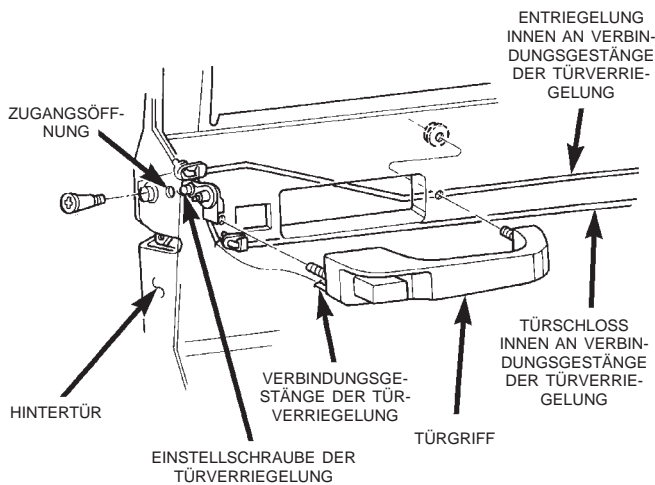

Abb. 31 Türaußengriff/Hintertür
- (1) Türverkleidung abbauen und Wasserschutzfolie abziehen. Nach Bedarf näheres hierzu siehe "Einbau/Ausbau".
- (2) Abdeckung der Zugangsöffnung abbauen und Haltemuttern des Türgriffs lösen (Abb. 31).
- (3) Verbindungsgestänge der Türverriegelung aus der Türverriegelung aushängen.
- (1) Türverkleidung abbauen und Wasserschutzfolie abziehen. Nach Bedarf näheres hierzu siehe "Ausbau".
- (2) Befestigungsschrauben der Türverriegelung lösen (Abb. 31).
- (3) Alle Verbindungsgestänge aus der Türverriegelung aushängen.
- (4) Türverriegelung von der Tür abbauen.